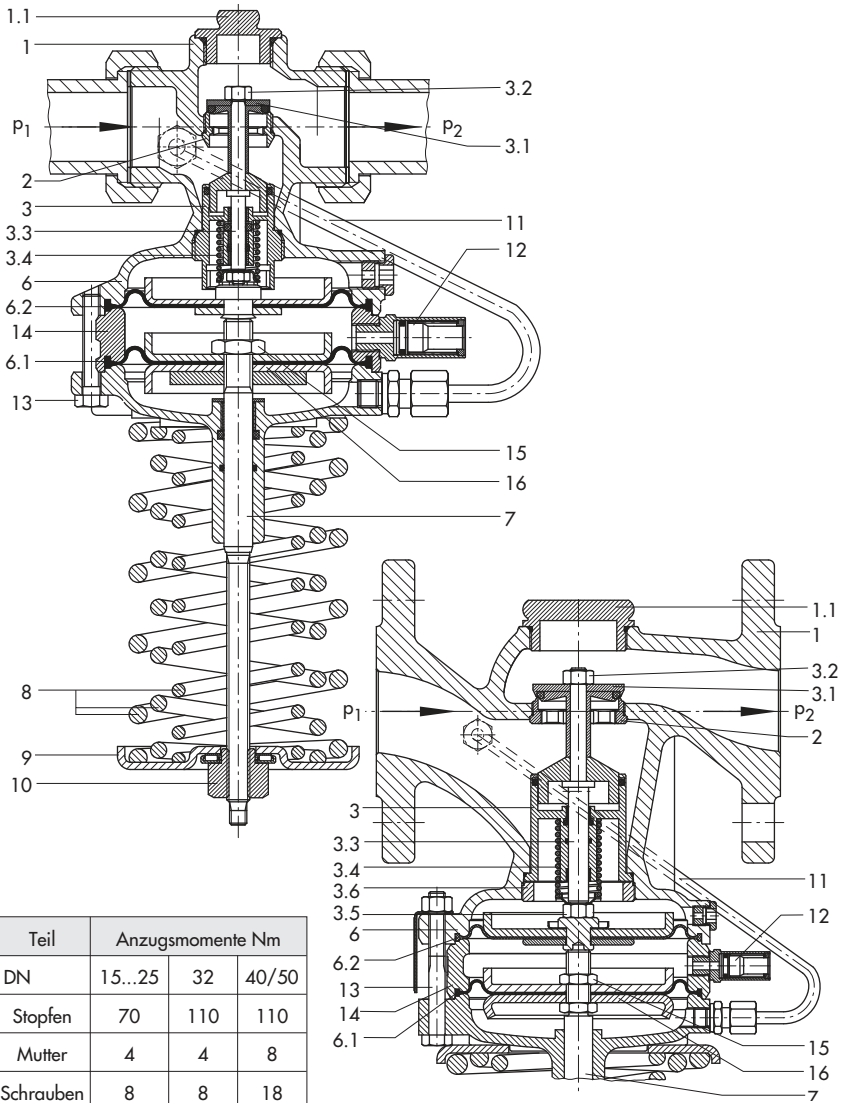

Bild 2 · Schnittzeichnung
Legende zu Bild 2:
- Zur Montage in umgekehrter Reihenfolge vorgehen. Dabei die Anzugsmomente nach Tabelle Bild 2 beachten.
- Steuerleitung (11) abschrauben und Federpaket (8) mit geeigneter Vorrichtung, wie die SAMSON-Demontagevorrichtung 9129-2747 demontieren
- Schrauben (13) lösen und Stellantrieb mit Zwischenring (14) abnehmen.
- Mutter (15) von der Antriebsstange (7) abschrauben und Membranteller (16) abheben.
- Zur Montage in umgekehrter Reihenfolge vorgehen, dabei die Anzugsmomente nach Tabelle Bild 2 beachten.